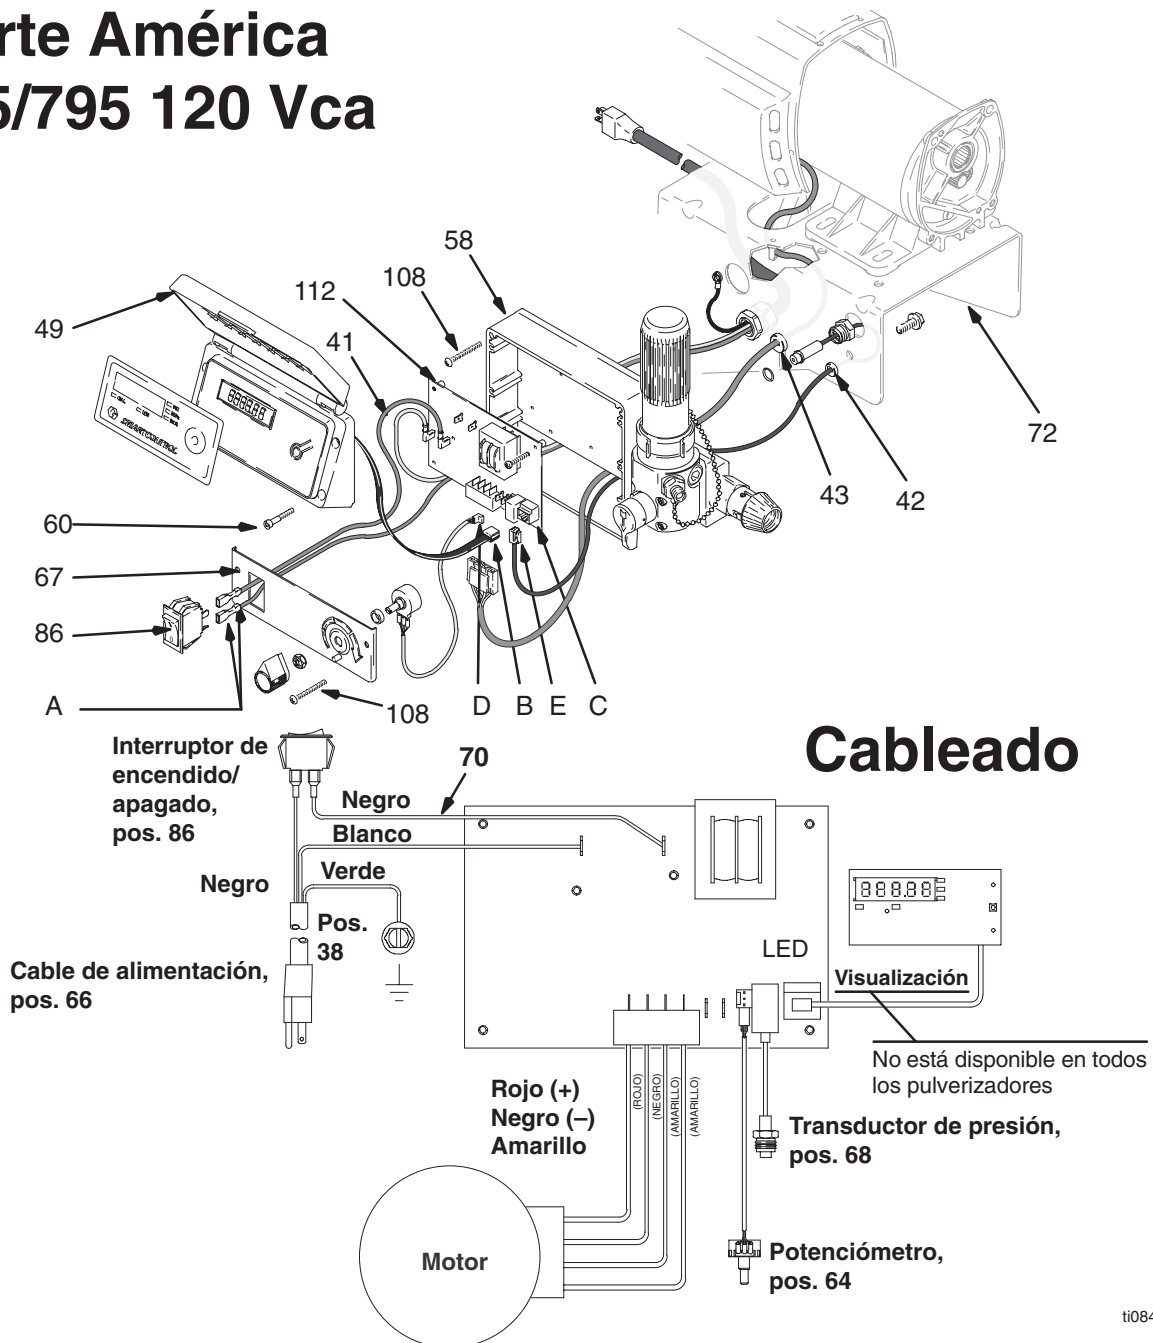
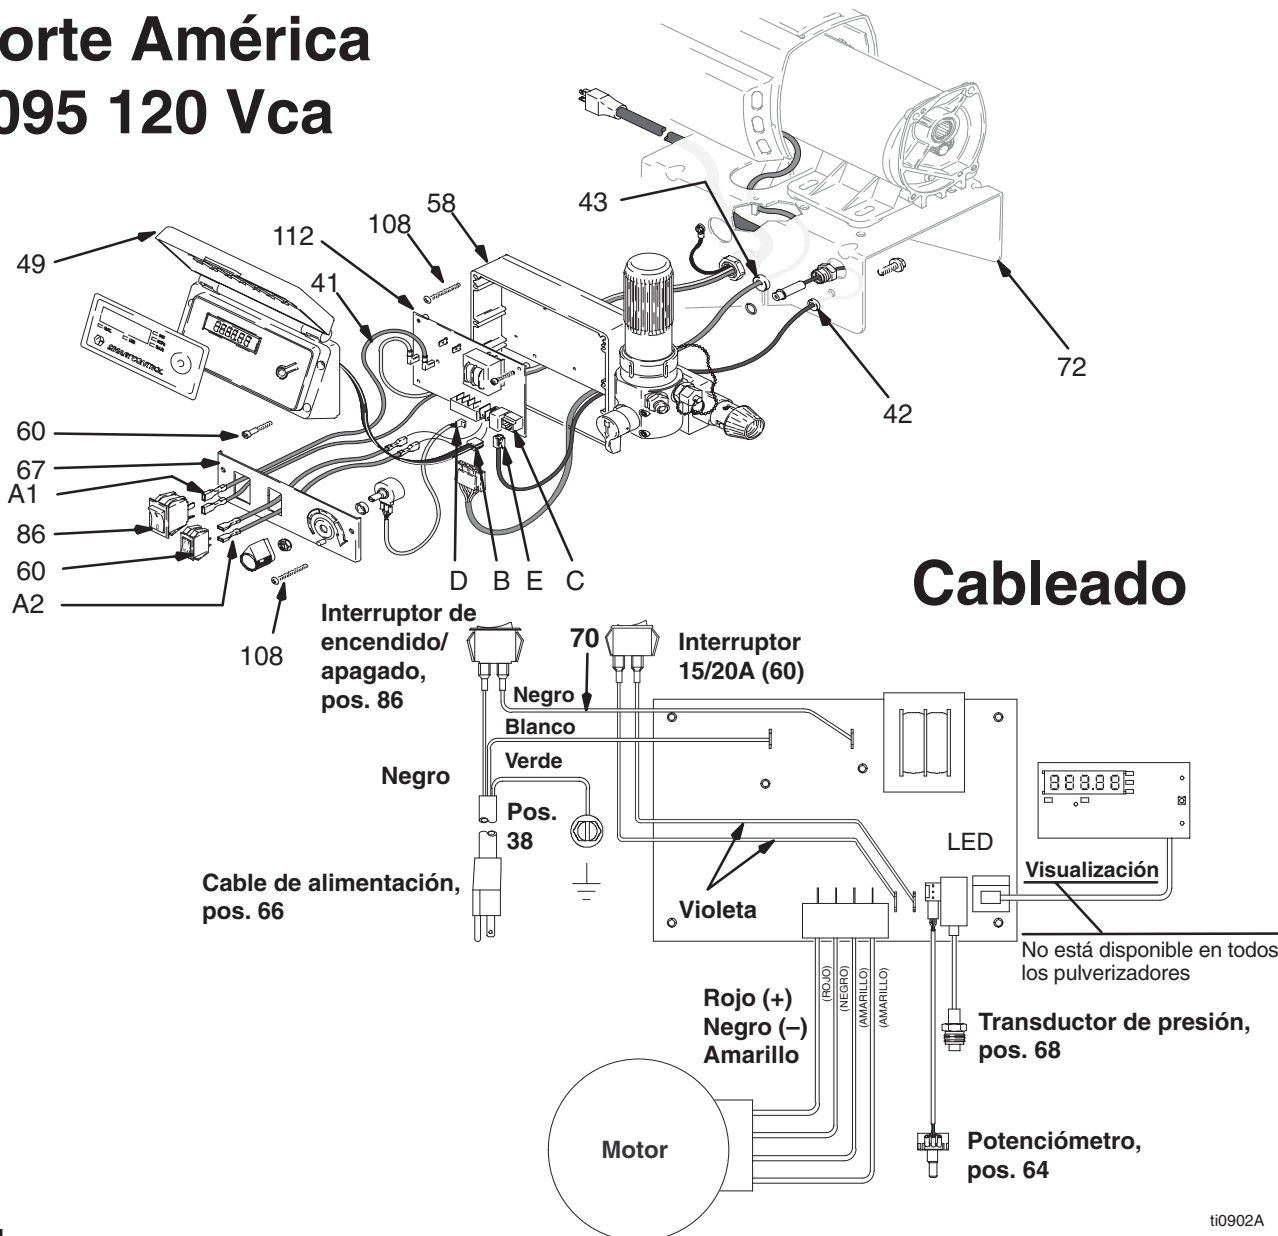

Fig. 10
Fig. 11
- Fig. 10. Retire los cuatro tornillos (60) y la tapa del dispositivo de control de la presión (49). Desenchufe el conector de la pantalla de visualización (B) (No está disponible en todos los pulverizadores.)
- Saque los dos tornillos (108) y el panel de control (67).
- Desconecte los dos cables (A) del interruptor de ENCENDIDO/APAGADO (86).
- Apriete las lengüetas interiores del interruptor ENCENDIDO/APAGADO (86) y retírelo del panel de control (67).
2. Fig. 11. Retire los cuatro tornillos (60) y la tapa del dispositivo de control de la presión (49). Desenchufe el conector de la pantalla de visualización (B).
3. Saque los dos tornillos (108) y el panel de control (67).
4. Desconecte los dos cables (A1) del interruptor de ENCENDIDO/APAGADO (86).
5. Apriete las lengüetas interiores del interruptor ENCENDIDO/APAGADO (86) y retírelo del panel de control (67).
6. Desconecte los dos cables (A2) del interruptor 15/20A (86).
7. Apriete las lengüetas interiores del interruptor 15/20A (60) y retírelo del panel de control (67).
Consulte la Fig. 10, 11 ó 12, dependiendo del pulverizador y de la tensión.
2. Fig. 10. Instale la tarjeta de circuito impreso de control del motor (112) con los seis tornillos (41).
3. Conectar a la tarjeta de circuito impreso de control del motor (112):
- Hilo conductor (E) al transductor.
- Hilo conductor (D) al potenciómetro.
4. Encaminen todos los cables sueltos de forma que no toquen la bobina inductora de la tarjeta de circuito impreso del filtro (no para los pulverizadores 120 Vca). Vea la **PRECAUCIÓN** del **Diagrama de cableado**, Fig. 11.
5. Instale el panel de control (67) con los dos tornillos (108).
6. Instale el conector de la pantalla de visualización (B). Instale la tapa del dispositivo de control de presión (49) con los cuatro tornillos (60).
1. Fig. 10. Retire los cuatro tornillos (60) y la tapa (49). Desconecte el cable de la pantalla de visualización (B).